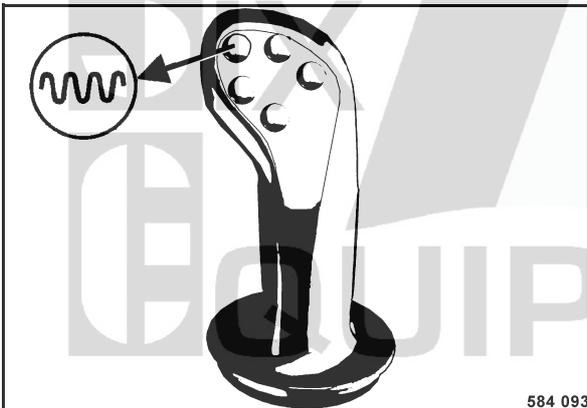

fig. 141
- Mise en marche de la vibration (fig. 141).